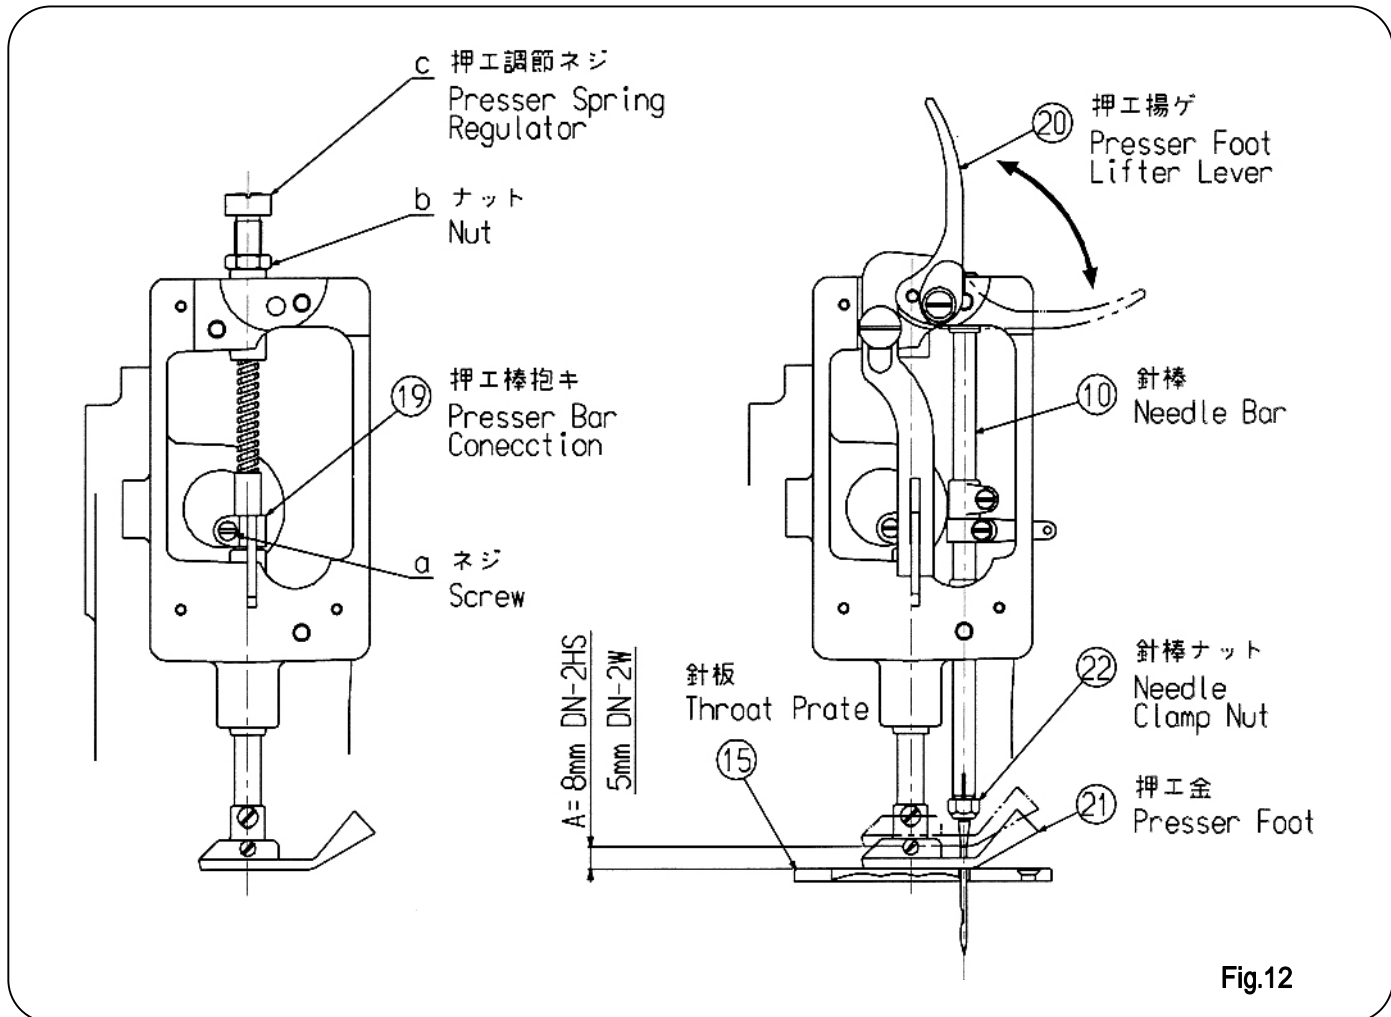

Fig.12
Clearance between Presser Foot Ass'y 21 and Throat Plate 15, (A) of Fig.12, is 8mm (DN-2HS) or 5mm (DN-2W), when Presser Foot Ass'y 21 is raised by means of Presser Foot Lifter Lever 20. To adjust, loosen set screw (a) and adjust Presser Bar Connection 19.
Pressure of Presser Foot Ass'y 21 is so adjusted that your materials are fed at a constant and uniform speed. To adjust, loosen nut, (b) of Fig.12 and turn Presser Bar spring adjust screw (c) clockwise to increase pressure, and counterclockwise to decrease it. Too large pressure will cause thread break, etc, and too small pressure, failure of threads chaining at ends of materials or nonuniform seam length.
押工棒抱キ 19 は、押工揚ゲ 20 により押工金 21 を上げた状態にて、Fig.12 で示す通り針板 15 上面より押工金 21 の下面までの寸法 A が DN-2HS の場合は 8mm、DN-2W の場合は 5mm になるように、押工棒抱キ 19 を調整してセットネジ a を締付けてください。そしてこの状態のとき、針棒 10 が最も下がった位置で針棒ナット 22 が (DN-2W の場合は針ホルダー) 押工金 21 に当たっていない事を確認してください。
縫合物が一様に送りだされるように押工金 21 の圧力を調整してください。調整は、Fig.12 で示す通りナット b を緩めてから、押工棒スプリング調整ネジ c を、右に廻すと押工圧は強くなり左に廻すと押工圧は弱くなります。圧力が強すぎると糸切れ等の原因になりますし、弱いと空縫いでなくなったり縫目が不揃いになりますので、テスト縫いをして調整してください。調整が終わりましたらナット b を締付けてください。